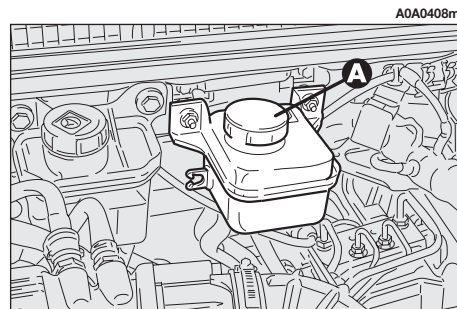

fig. 7
**LIQUIDO FRENI E FRIZIONE IDRAULICA (fig. 7)**